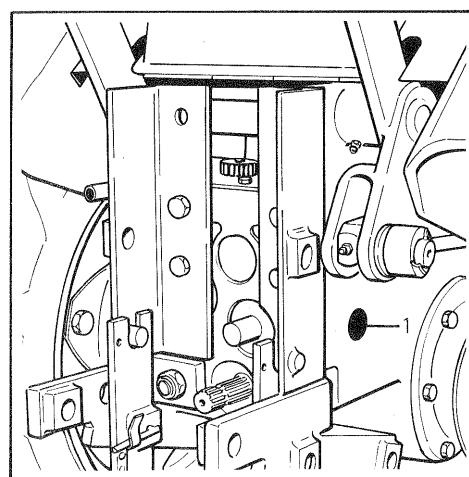

Fig. 17 - Bild 17
Scatola del cambio : controllare il livello dell'olio (vedere la fig. 17). Il livello è regolare quando si trova in corrispondenza della spia trasparente (1).
Gearbox: check for oil level (see fig. 17). Level is correct when it is close to peephole (1).
Boite de vitesses: contrôler le niveau de l'huile (voir fig. 17). Le niveau est correct s'il se trouve à proximité du voyant (1).
Schaltgetriebe: den Ölstand prüfen (siehe Bild 17). Das Öl ist bis zum durchsichtigen Auge (1) einzufüllen.